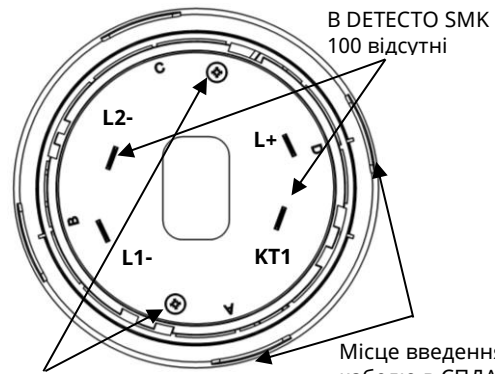

Рисунок 1 – Вигляд СПДА з боку контактів
- викрутити 2 шурупи з боку контактів на корпусі сповіщувача (рис. 1) і зняти верхню кришку;
L2-	Клема підключення мінусового дроту АІ. В СПДА DETECTO SMK100 ця клема відсутня (рис.1)
КТ1	Клема для підключення ВПОС. В СПДА DETECTO SMK100 ця клема відсутня (рис.1)
4.3 Для випадків, коли кабель всередину бази заводять збоку, в самій базі та в кришці СПДА передбачені вікна, потрібні з яких вирізають. Ці вікна промарковані літерами «А», «В», «С», «D» (рис.1, рис.2).